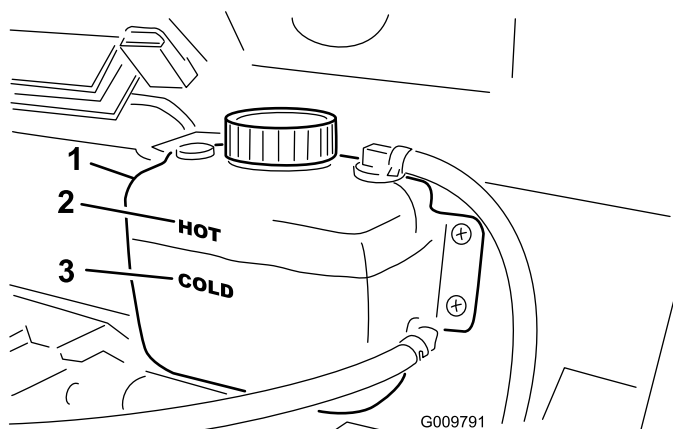

Figura 18
2. Compruebe el nivel de refrigerante en el lado del depósito de reserva (Figura 18). El refrigerante debe llegar a la línea Cold (Frío), con el motor frío.